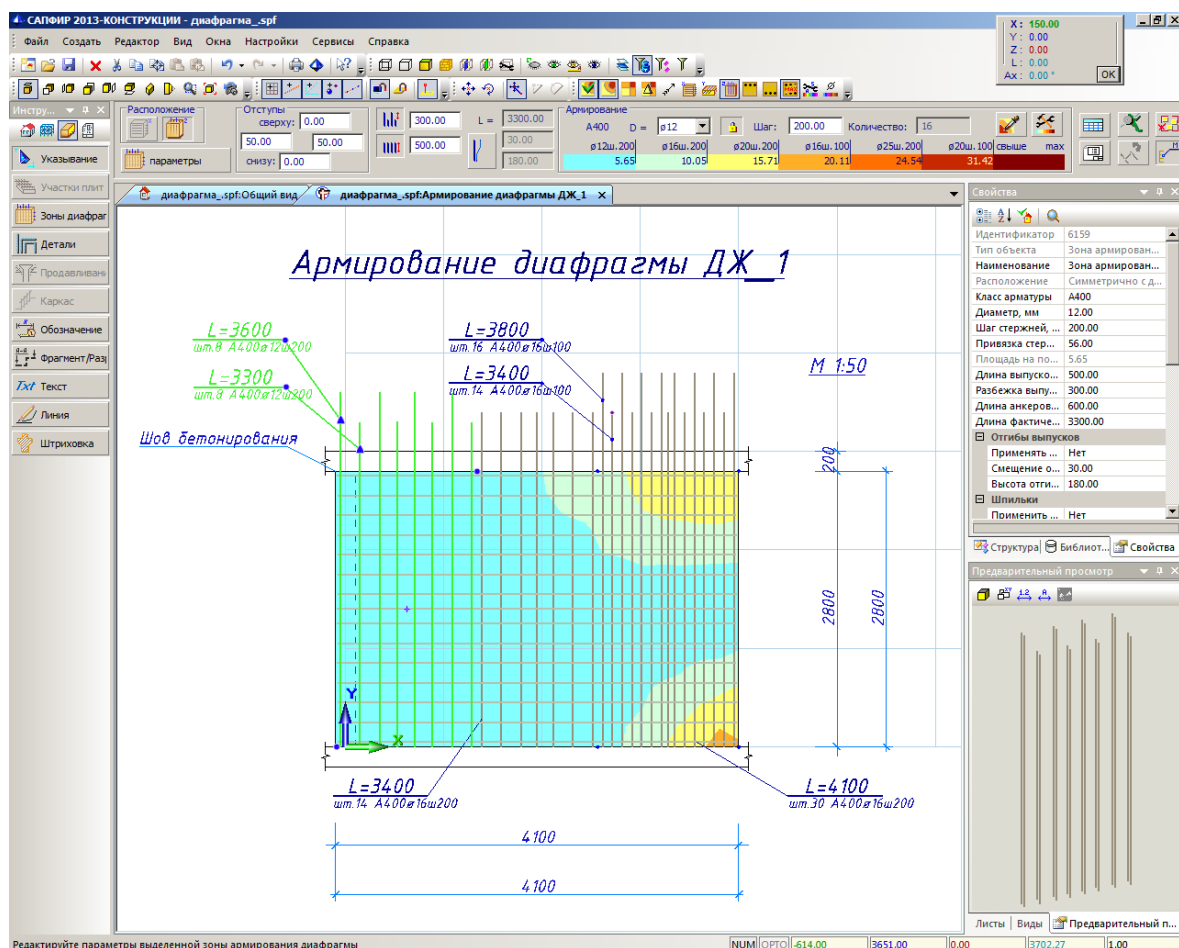

Рис.8.15. Автоматическое проектирование диафрагмы
- В открывшейся новой закладке **Армирование диафрагмы ДЖ_1** (рис.8.15) железобетонная стена уже получила некий начальный вариант автоматической расстановки стержней. Зоны армирования диафрагм подобраны с таким шагом и диаметром чтобы соответствовать необходимой расчетной площади армирования в КЭ.